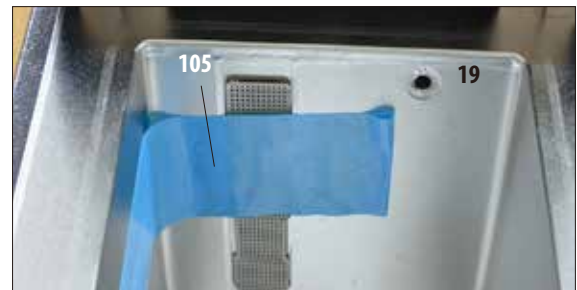

Fig. 19
- Nella camera è necessario rimuovere anche un nastro adesivo (105) che blocca la copertura dei sensori di livello (fig. 19).